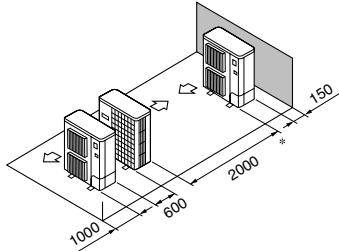

Fig. 2-12
⑤ Opstelling met één parallel apparaat (Fig. 2-12)